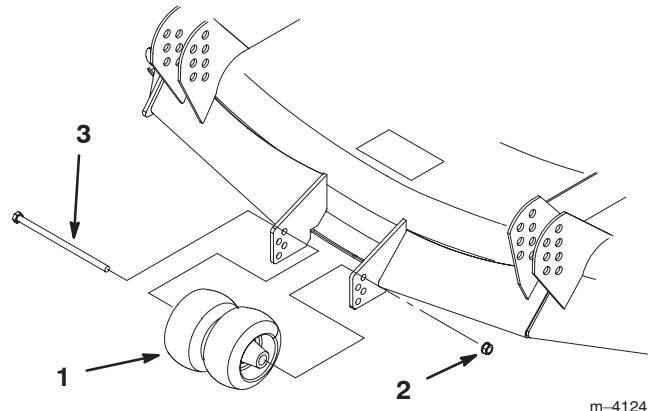

Bild 16
1. Entfernen Sie nach Einstellen der Schnitthöhe die Schraube und Mutter (Bild 16).
2. Wählen Sie eine Lochposition, damit die Radstelze 9,5 mm Bodenfreiheit hat und der Schnitthöhenhebel verwendet werden kann (Bild 16).
3. Setzen Sie die Schraube und Mutter wieder an (Bild 16).